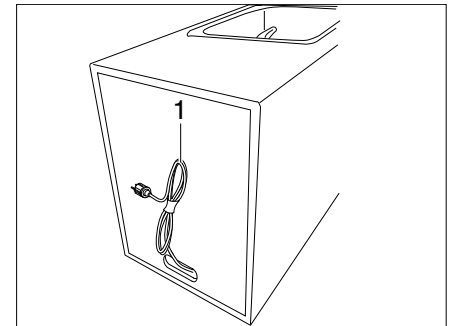

Bild 20 Netzkabel für Lithium-Batterie
- Ggf. Netzkabel (Bild 20,1) auf der Rückseite des Spül-Moduls ausstecken.